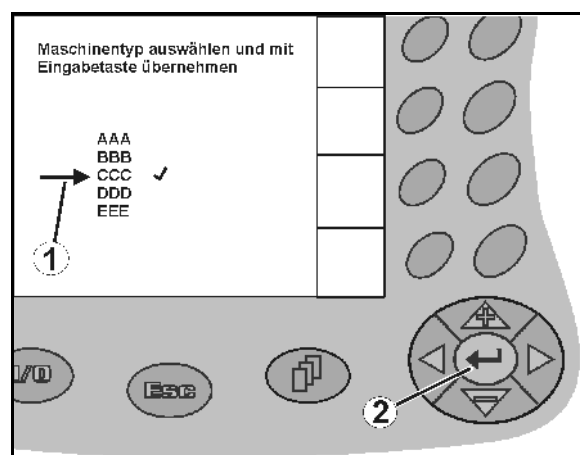

Fig. 13
- Posicionar la flecha de selección (Fig. 13/1) con  y .
-  Aceptar la selección (Fig. 13/2).